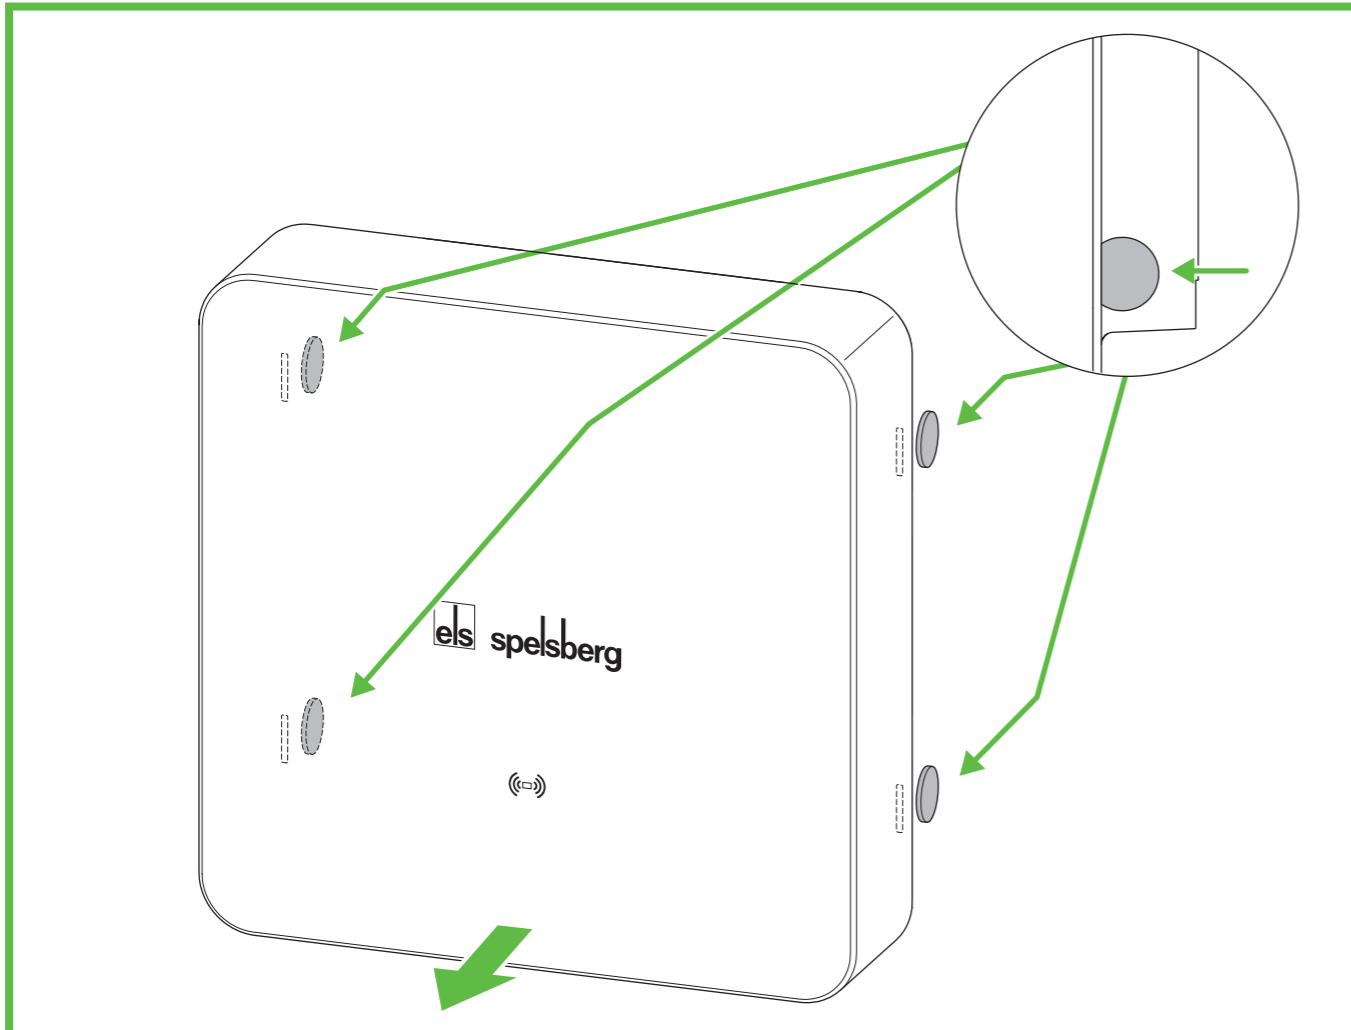

Abb. 21: Demontage Desingcover
- ▶ Entriegeln Sie das Designcover mit den Chips (Abb. 21). Führen Sie dazu die Chips auf der Rückseite bis zum Anschlag in die vorgesehenen Entriegelungsöffnungen ein.